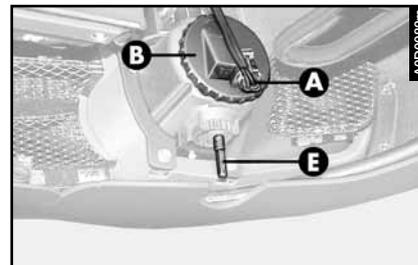

fig. 50
– Défilez le connecteur (**A- fig. 50**) du groupe optique.
**AVERTISSEMENT** La vis (E- fig. 50) sert à régler l'orientation des projecteurs antibrouillard.